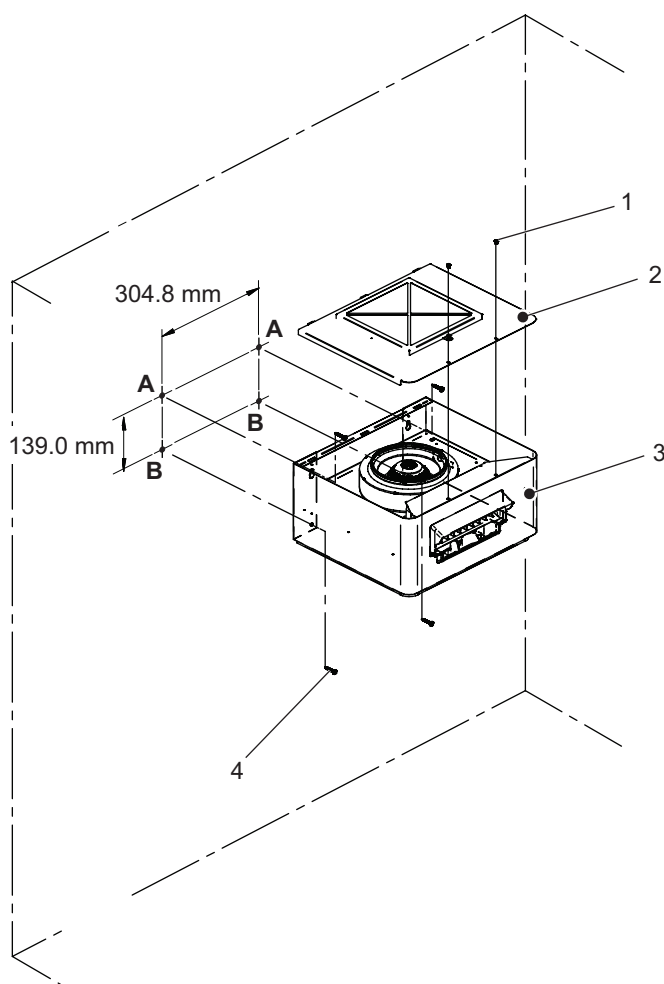

Figure 11 : Unité de ventilation murale
- Choisissez un endroit de montage approprié à la paroi ou à la surface de montage qui peut porter le poids total de l'unité de ventilation. Marquer les points d'attache "A" et "B" aux endroits souhaités à l'aide d'un niveau, consulter la Figure 11.